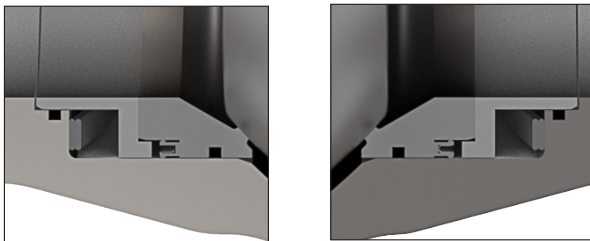

Figure 1a
1. Appliquez de la pâte Castrol Optimol sur la partie fileté courte des goujons (10) et insérez-les dans les trous taraudés du corps. Puis serrez les goujons.
2. Appliquez de la pâte anti-grippage au nickel sur le palier de l'axe (14) et sur la zone du palier de l'axe dans le corps et insérez le palier sur la partie inférieure de la chambre de l'axe depuis l'intérieur du corps. Utilisez un marteau en caoutchouc pour insérer le palier
3. Installez les joints racleurs (25) dans le corps (1) et poussez-les doucement dans les rainures du corps. Utilisez un outil en plastique pour faciliter l'alignement.
4. Insérez les ressorts ondulés (29) dans les chambres de siège du corps (1), voir Fig. 1a.
5. Insérez la bague en S (26) dans le corps (1) par-dessus le ressort ondulé (29). Maintenez l'orientation de la bague en S comme indiqué sur la Figure 1a.
6. Graissez légèrement la zone de la paroi du siège avec de la pâte anti-grippage au nickel. Insérez le joint à lèvres (27) dans le corps (1) par-dessus la bague en S (26). Maintenez la face ouverte du joint à lèvres (27) vers la bague en S (26) comme indiqué sur la Fig.1a.
12. Inspectez et nettoyez soigneusement l'axe. Ensuite, insérez délicatement l'axe (4) dans le boisseau sphérique (3) (NE PAS LE POUSSER DANS LA CHAMBRE DE L'AXE)
13. Installez le joint de corps en spirale (5) dans la rainure du corps(1)
14. Inspectez et nettoyez la zone du siège du demi-corps couvercle (2). La zone du siège doit être exempte de toute imperfection de surface. Installez le joint racleur (25) dans le demi-corps (2) et poussez-le doucement dans les rainures. Utilisez un outil en plastique pour faciliter l'alignement.
15. Insérez les ressorts ondulés (29) dans les chambres de siège du demi-corps (2), voir Fig. 1a.
16. Insérez la bague en S (26) dans le demi-corps (2) par-dessus le ressort ondulé (29). Maintenez l'orientation de la bague en S comme indiqué sur la Figure 1a.
17. Graissez légèrement la zone de la paroi du siège avec de la pâte anti-grippage au nickel. Insérez le joint à lèvres (27) dans le demi-corps (2) par-dessus la bague en S (26). Maintenez la face ouverte du joint à lèvres (27) vers la bague en S (26) comme indiqué sur la Fig.1a.